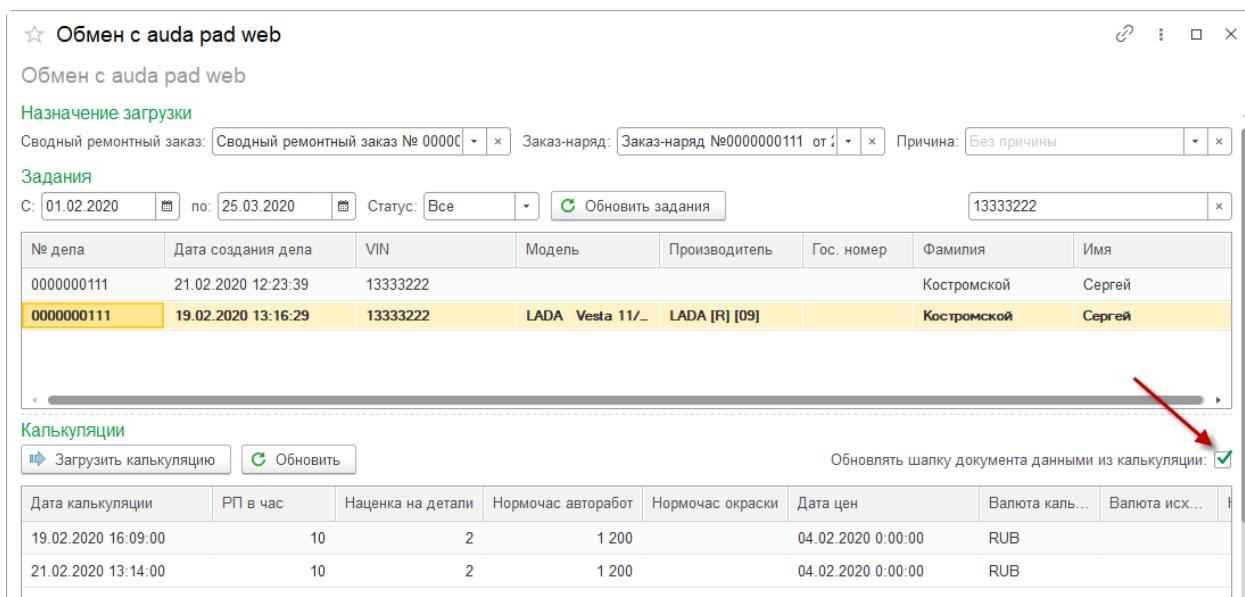

Рис. 8. Обработка "Обмен с auda pad web",
4. **Флаг "Обновлять шапку документа данными из калькуляции"** – данная настройка определяет значение флага "Обновлять шапку документа данными из калькуляции" по умолчанию в обработке "Обмен с audatex web" (Рис. 8). Если в данной обработке флаг установлен, данные шапки заказ-наряда будут обновлены согласно настройкам по умолчанию (тип цен товаров и работ, вид ремонта, цех и т.п.) и данным в калькуляции.